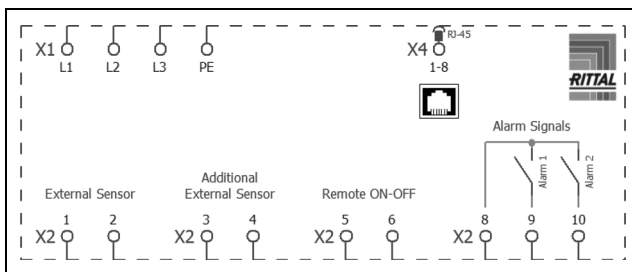

图 32: 接线图
■ 从运输包装袋中取出电源连接插头并根据连接示意图生成电源连接(图 32)。